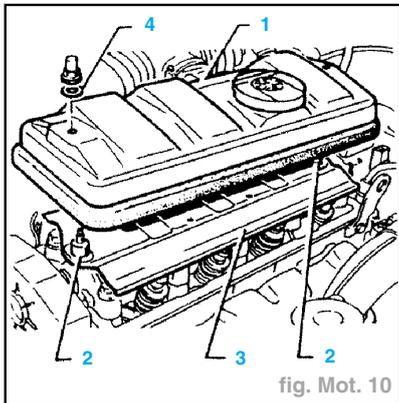

fig. Mot. 10
- Déposer (fig. Mot. 10) :
- le couvre-culasse et son joint (1),
- les deux entretoises (2),
- la tôle défléctrice (3).